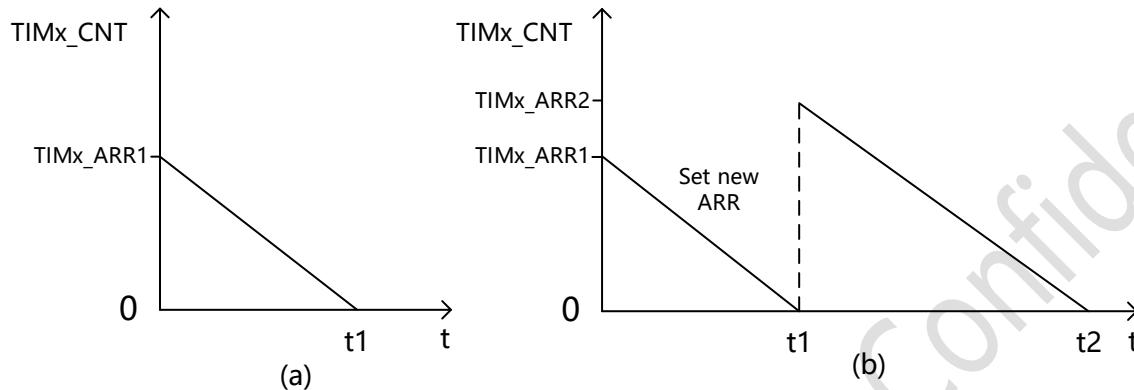

图 11-2 (a)单次计数模式, (b)周期计数模式
- 自动装载值寄存器( $TIMx\_ARR$ )在计数过程中可以被修改, 但直到下一个计数周期才会正式生效。如图 11-2(b)所示, 如果在  $0-t_1$  之间的某个时刻设置新的装载值, 那么直到  $t_1$  时刻才会将其赋值给计数器。